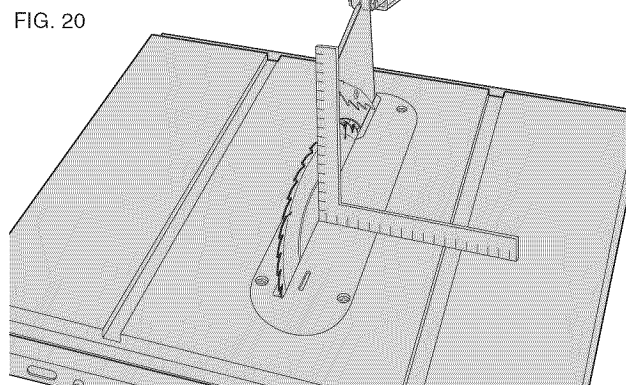

FIG. 20
3. Placer une équerre à plat contre le dessus de la table et entre les dents de la lame (fig. 20). S'assurer que le levier de verrouillage de l'angle de coupe est soulevé ou débloqué.